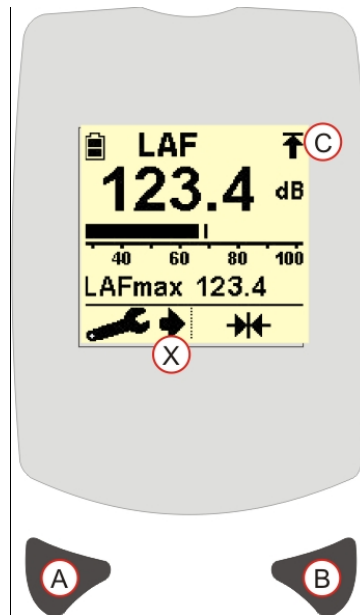

Abbildung 7 Instrumenteneinstellungen
1. Die Instrumenteneinstellungen können auf der Messungsanzeige geändert werden (siehe Abbildung 7).
2. Drücken Sie die linke Taste (A) und lassen Sie diese wieder los. Ein Pfeil (X) erscheint neben der Schaltfläche für die Einstellungen und zeigt an, dass das Einstellungsmenü aktiviert ist. Beachten Sie, dass das Zurücksetzen-Symbol von den gemäß der nachstehenden Beschreibung zu ändernden relevanten Einstellungen ersetzt wird.
3. Drücken Sie wiederholt die linke Taste (A) und lassen Sie diese wieder los, um durch die Einstellungsanzeigen zu takten. Beachten Sie, dass die Anzeigen, die Sie zu sehen bekommen, davon abhängen welches Modell der CEL-200 Serie Sie gekauft haben.
4. Drücken Sie die rechte Taste (B), um Änderungen zu den einzelnen Einstellungen vorzunehmen, wie in den Abschnitten A bis G beschrieben wird.
Geben Sie Acht, dass Sie den korrekten Messbereich je nach zu messendem Lärmklima wählen. Stellen Sie sicher, dass der gemessene Lärm innerhalb des gewählten Bereichs liegt. Wird das Bereich überschritten-Symbol () angezeigt, haben Sie den falschen Bereich gewählt (siehe Abbildung 7 [C]). Liegt der Lärmpegel unterhalb des gewählten Messbereichs, erscheint „-dB“.